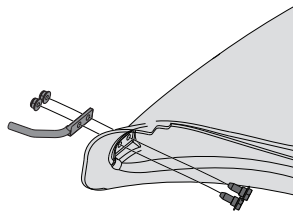

Figure 14
1. De l'intérieur de la botte, insérez les deux vis à tête hexagonale (738-1225) dans les trous à l'avant de la botte. Consultez la Figure 14.
2. Mettre la tige de montage (747-06043) en place sur les vis à tête hexagonale. Assurez-vous que l'extrémité de la tige est tournée vers l'extérieur de la botte. Consultez la Figure 14.
3. Commencer à visser les deux écrous de blocage de bride (712-04064) sur les vis à tête hexagonale. Consultez la Figure 14.